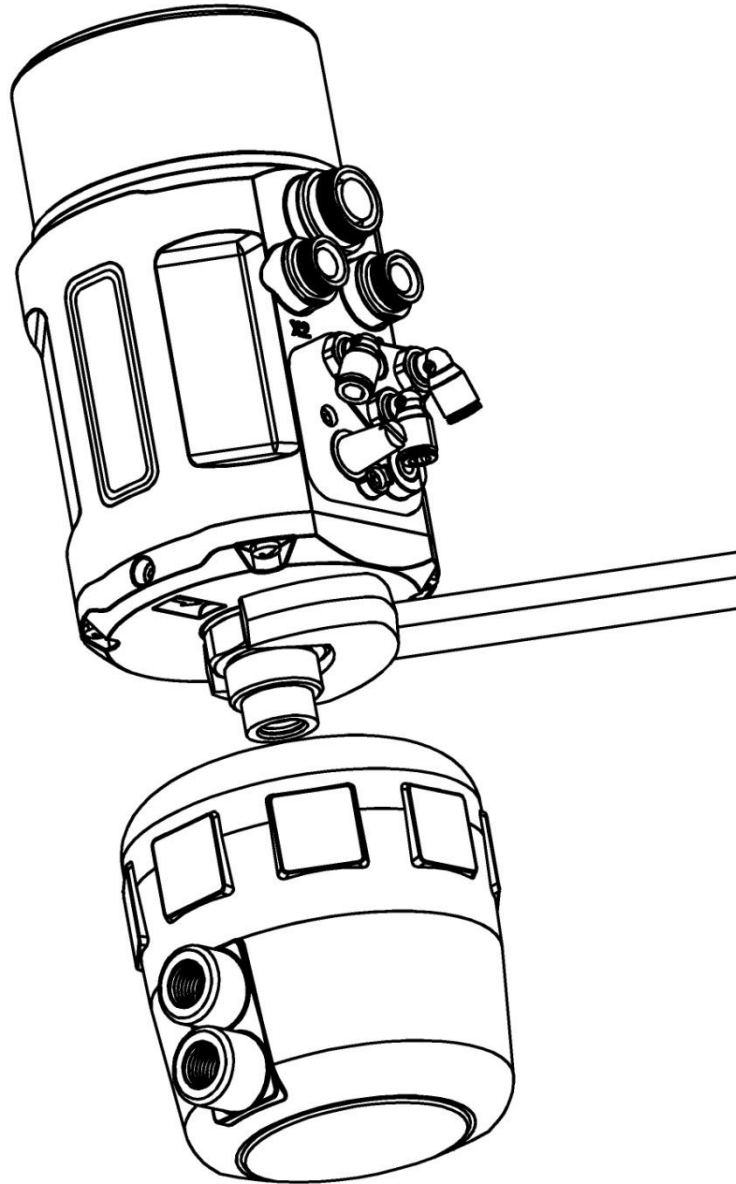

图7. 定位器与执行器组装
4. 将执行器内部阀杆升到最高位置，用 32 号扳手将定位器底部的执行器连接组件右旋入到执行器对应螺纹接口，并确保旋紧连接组件。如图 7 所示。